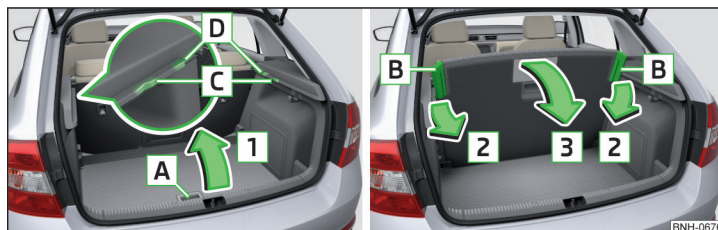

Fig. 118 Levantar/bajar el suelo de carga variable
- Levantar el suelo de carga variable por el tirador **A** en el sentido de la flecha **1**. Las esquinas plegables **B** se tienen que asegurar en las áreas **C** o **D** ("Posición de estacionamiento") » **fig. 118.**